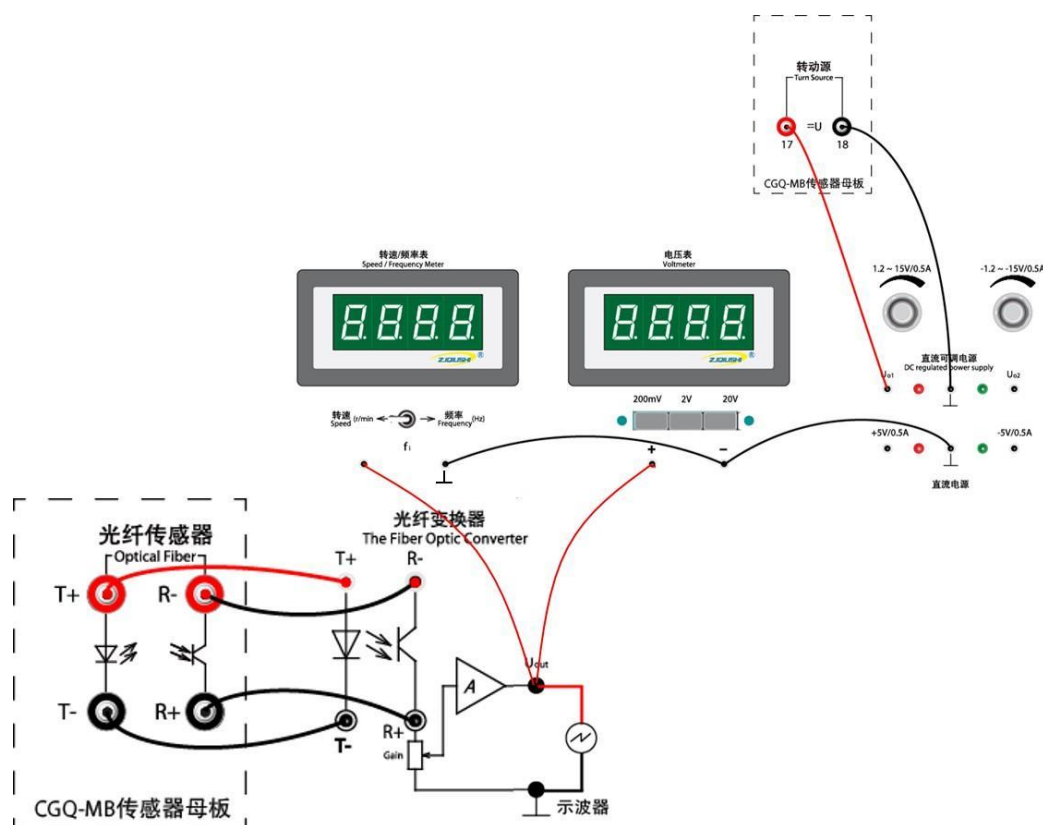

图 9.7
5. **转速测量。**按图 9.7 接线，转动源接直流电源 1.2-15V，电压表置 20V 档。将光纤探头转一角度置于转动圆盘上方对准反光部分，调节光纤探头高度，使电压表读数最大。直流电源接入转动源，转速/频率表置转速档。光纤输出信号经过变换器内部的整形电路整形后，在输出端得到方波输出，适当调节光纤探头高度可优化方波波形。改变直流电源电压旋钮可调节圆盘转速，读取一次方波频率计算圆盘转速，并与转速表上数据比对。